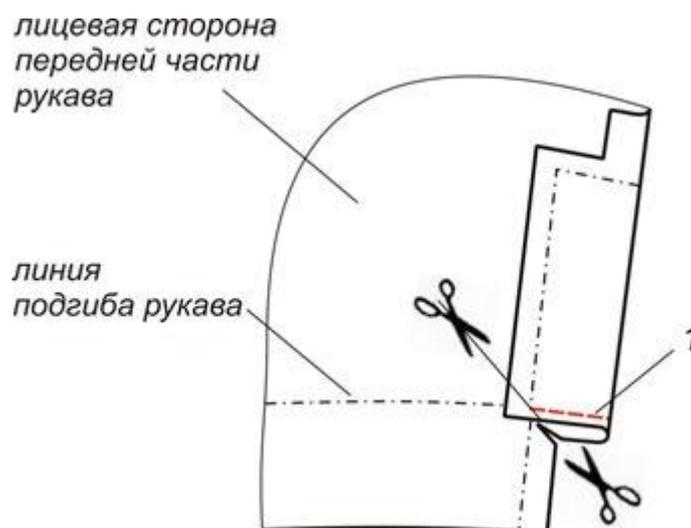

Рис. 4. Обработка низа рукава
16. Обтачивают угол шлицы на верхней части рукава (рис. 4, строчка 1), делают рассечку по линии низа в углу строчки обтачивания, высекают угол обтачивания и срезают угол припуска шлицы.